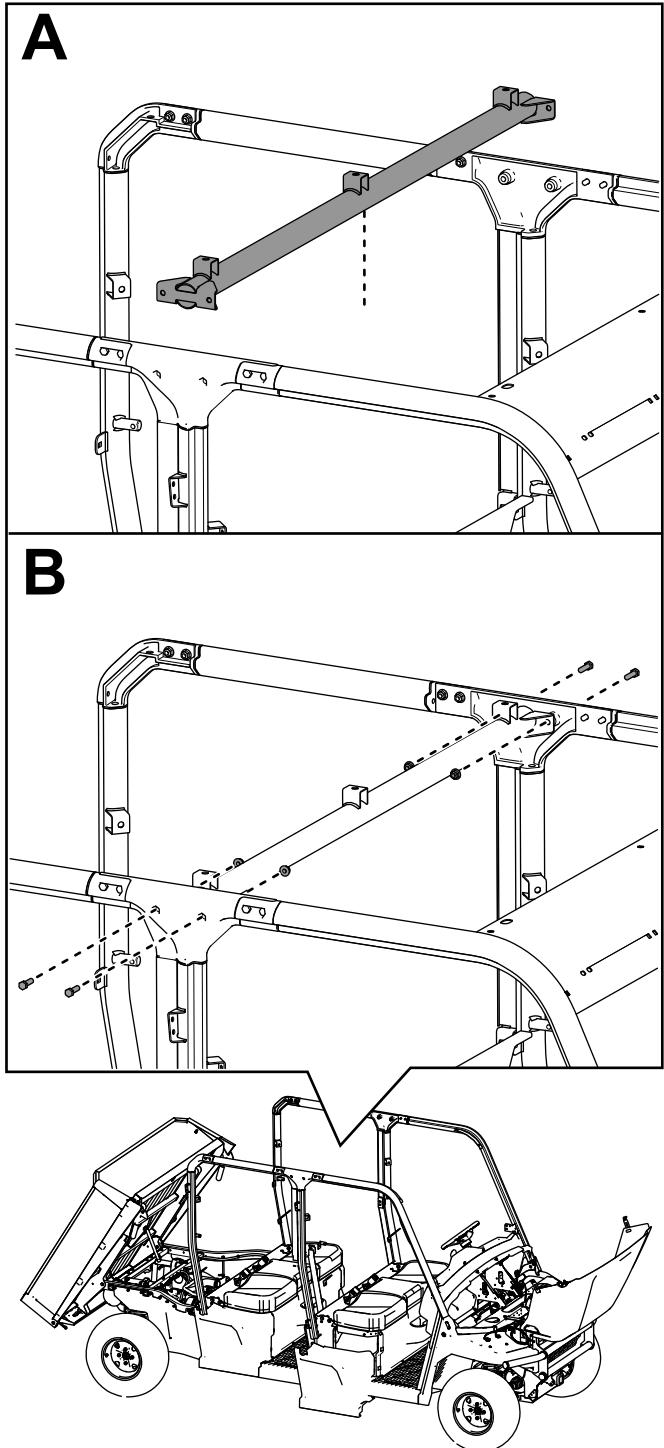

Bild 49
16. Befestigen Sie die mittlere Querverbindung mit vier Sechskantschrauben ($\frac{3}{8}$ " x $1\frac{1}{4}$ ") und vier Sicherungsmuttern ($\frac{3}{8}$ ") an den mittleren Überrollbügelbaugruppen, wie in Bild 49 dargestellt.